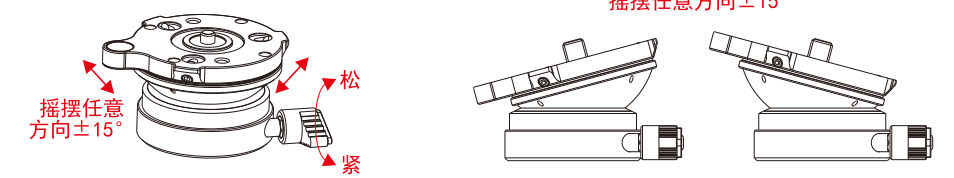

图3
① 为防止连接云台和水平调节台的螺钉松动，用六角板手调节云台紧定螺钉，以使螺钉紧连着云台的底部，用力不要过大。使用3个云台紧定螺钉会使效果更好。在拆除云台之前，请记得要先松开云台紧定螺钉。
② 如图3所示，松开水平控制锁紧旋钮，调节半球体达到所需要的角度（用水平调节台上的水平珠来实现精准校对），然后锁紧水平控制锁紧旋钮。